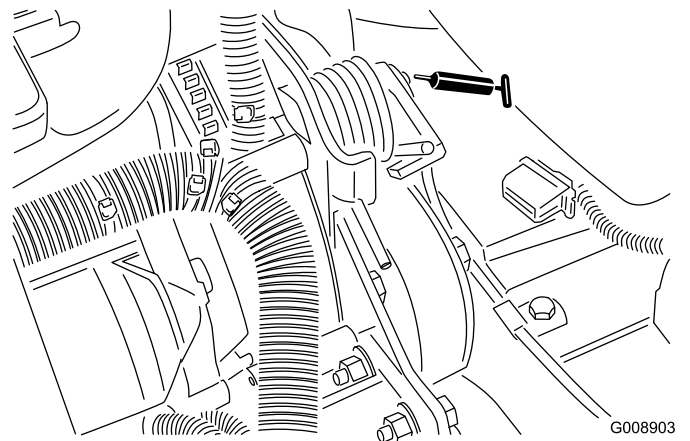

Figure 42
- Pivoit de tension de courroie (Figure 42)